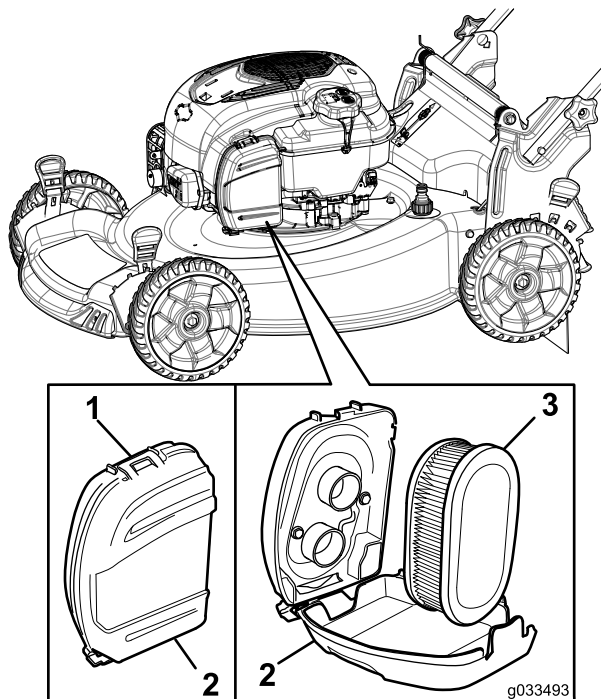

Figure 29
1. Déclipsez le couvercle du filtre à air (Figure 29).
2. Déposez le filtre à air (Figure 29).